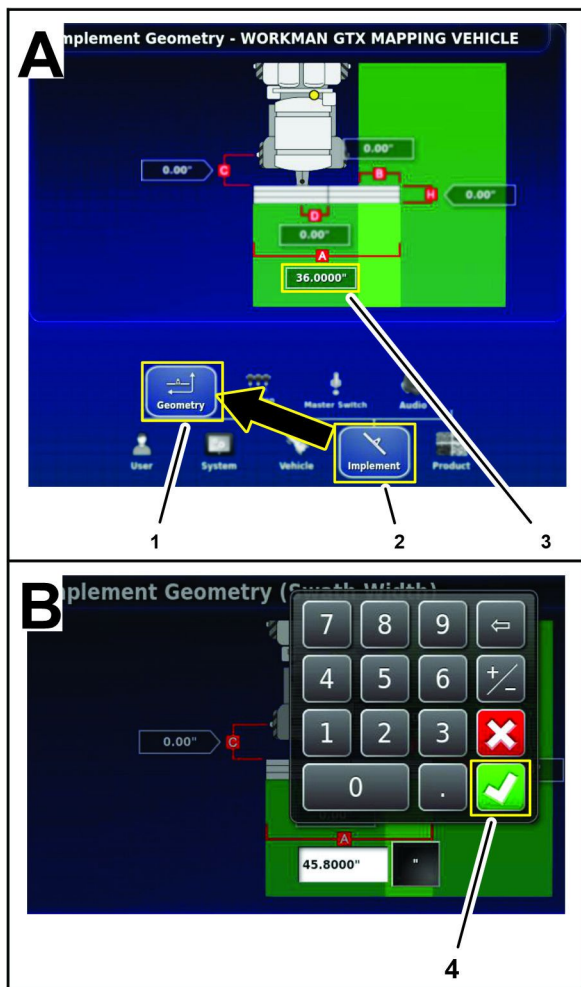

Figura 195
1. Pressione o ícone ACESSÓRIO e, em seguida, o ícone GEOMETRIA (Figura 195).
2. Pressione o ícone Largura total (A), utilize o teclado virtual para inserir a medida anotada no formulário de geometria do acessório no tópico Medir a Geometria do acessório \(página 86\) e pressione o ícone Confirmar (Figura 195).